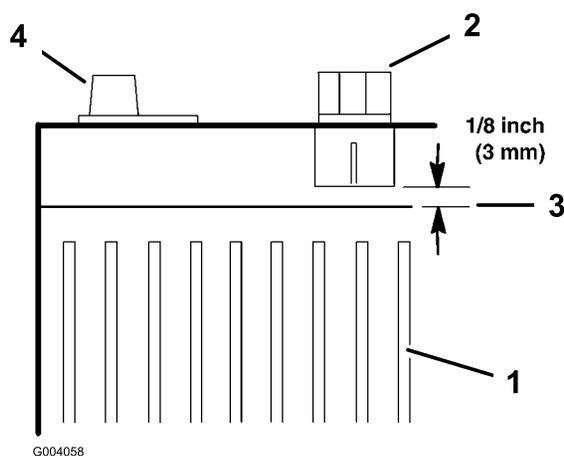

Figura 36
7. Rabboccate con acqua distillata quanto basta per portare il livello dell'elettrolito a 3 mm sotto la base di ogni pozzetto di riempimento (Figura 36).